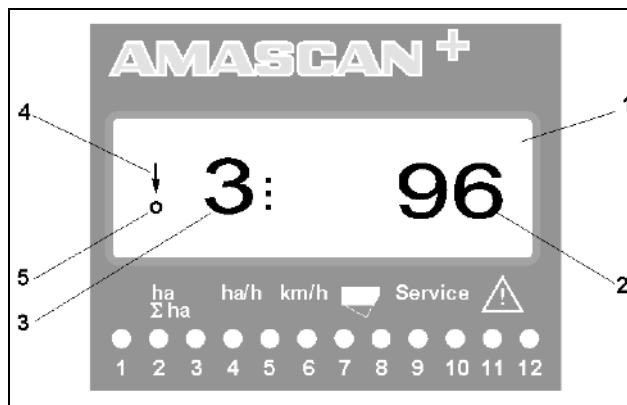

图 4
在单粒播种机的作业位置上，将在6位数显示器（图 4/1）上显示：
- 右侧 - 当前数量 [每公顷种子数]/1000 (图 4/2)。
- 左侧（图 4/3）显示（数字 1、2、3 等）在5秒钟后自动切换。将显示当前监控到的播种单元的编号。
- 一旦运动传感器（传感器“X”）向 **AMASCAN+** 发送脉冲，则将出现垂直的箭头（图 4/4）和下部闪烁的圆环（图 4/5）。